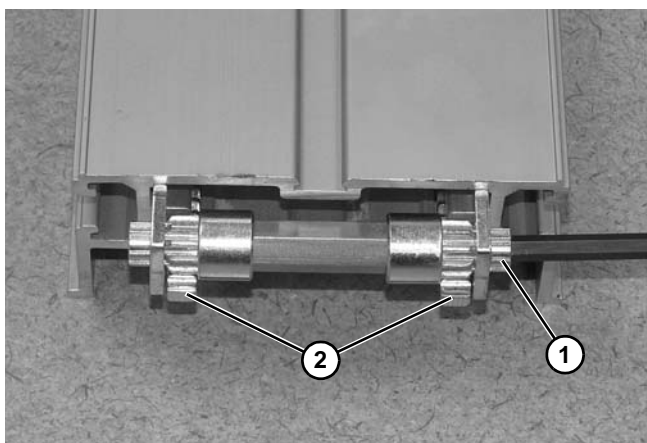

Figura 107
10. Gire el piñón (**Figura 107, artículo 1**) con una llave hexagonal hasta que las cremalleras (**Figura 107, artículo 2**) estén totalmente extendidas.